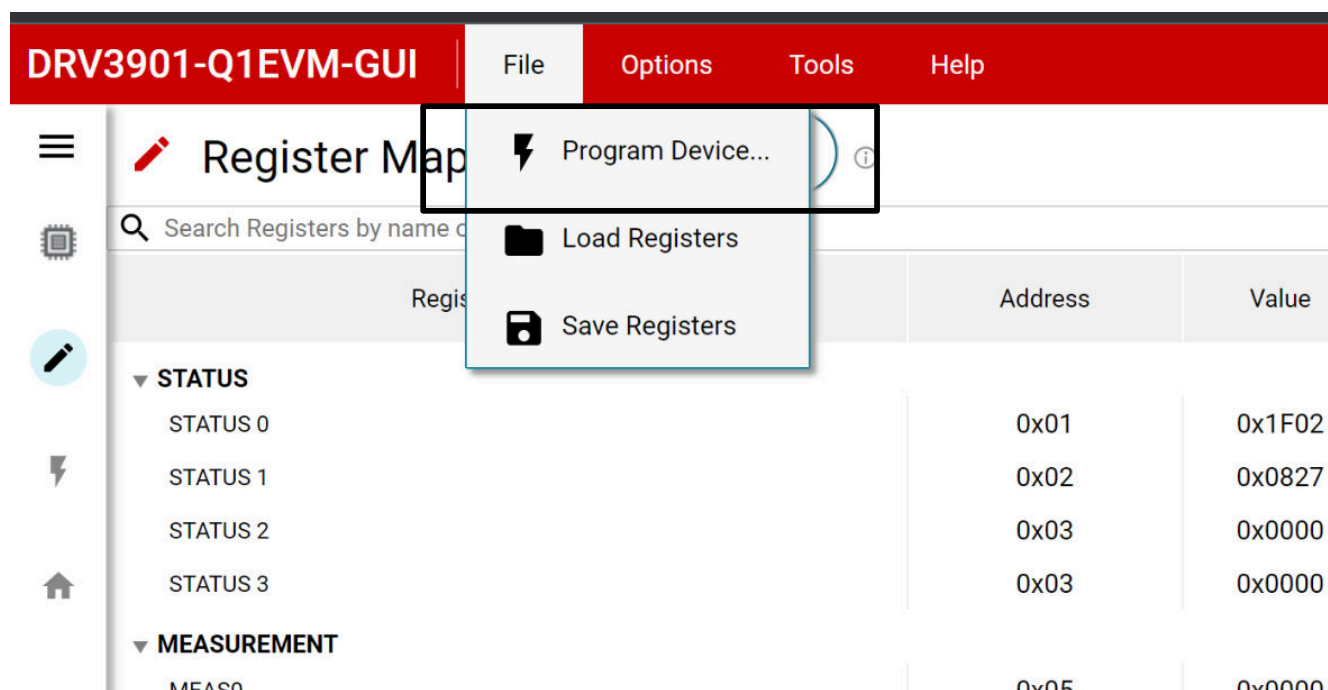

图 5-3. 对 EVM 进行编程
3. 点击“File -> Program Device”开始对 EVM 进行编程（请参阅图 5-3）。此时会出现一个弹出式小窗口，显示固件刷写进度。如果有任何错误，这里会显示消息。如果没有错误，则会显示刷写成功。
4. GUI 首先尝试连接到 EVM。成功连接后，该页面将类似于图 5-3。如果连接不成功，请按照节 4.1 和节 4.2 中的说明进行操作。